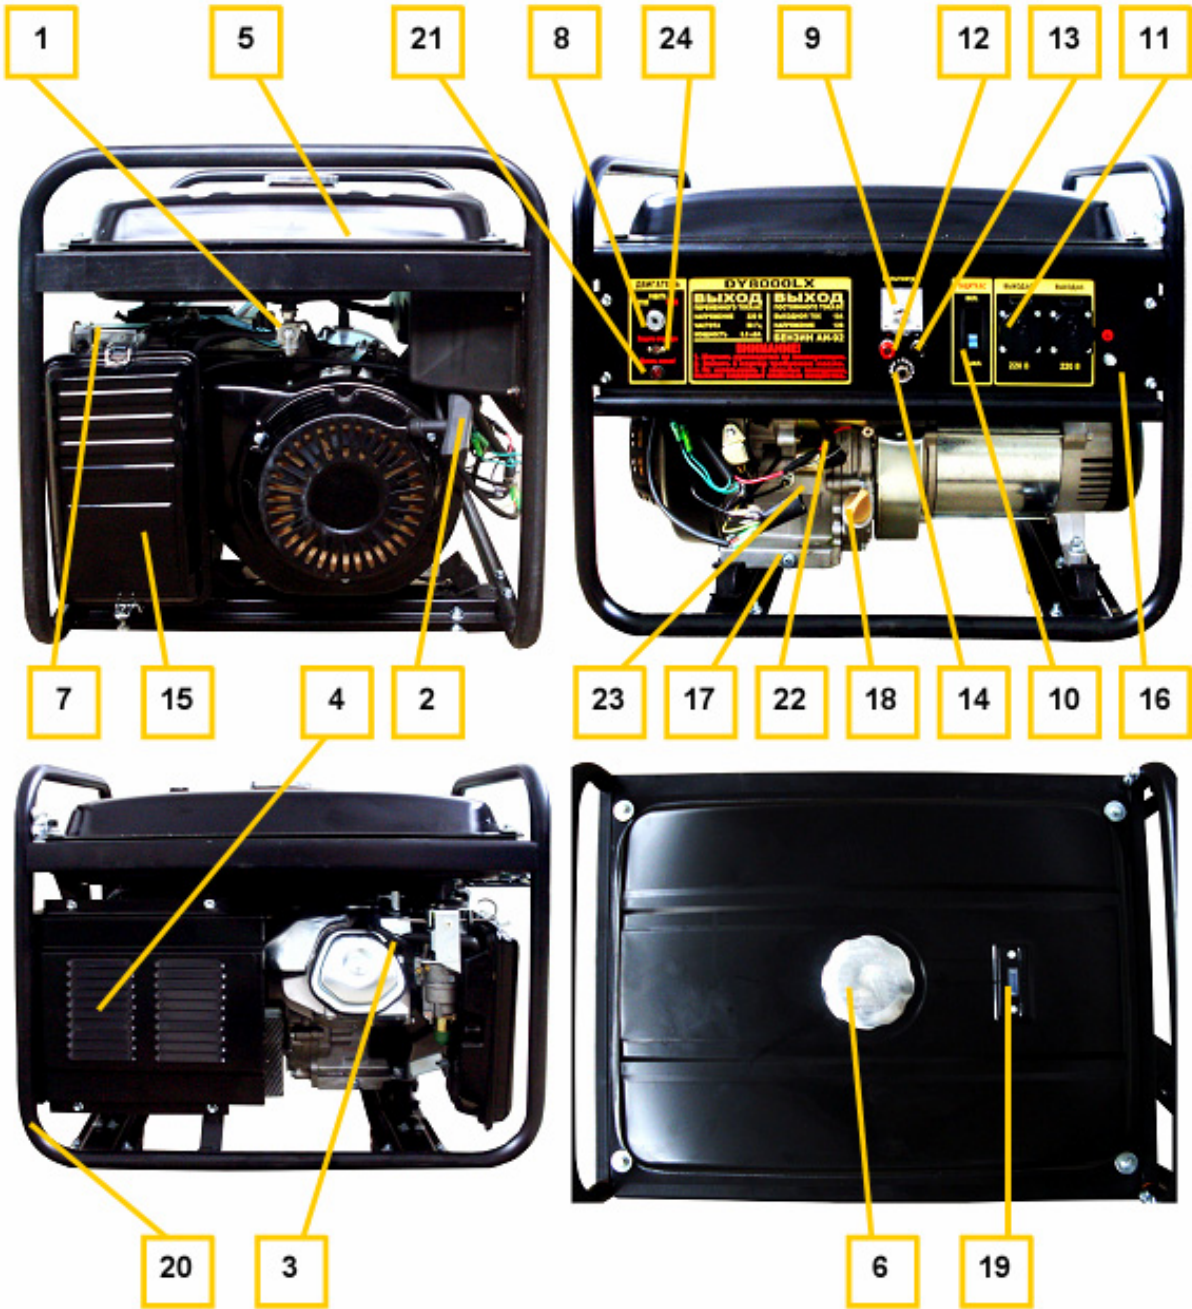
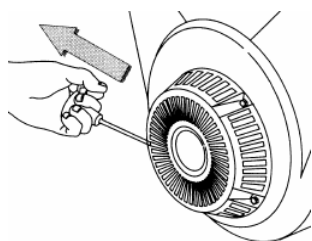

Рис. 1
Рис. 2
- Вывинтить щуп (поз.18 рис.1) и залить в картер масло соответствующего типа (таблица 2 п.8) до нижнего края горловины. Вставить чистый сухой щуп в горловину картера и вынуть его. Проверить уровень масла: граница смоченной области щупа должна располагаться между отметками минимального и максимального уровней.
- При установке генератора следует подключить к резьбовой клемме (поз.16 рис. 1) проводник заземляющего устройства, удовлетворяющего требованиям раздела «Обеспечение требований безопасности».
- Отключить все потребители переменного тока от генератора, переведя рычаг автоматического выключателя (поз.10 рис.1) в отключенное положение «0», отсоединить потребители постоянного тока от клемм (поз. 12, 13 рис. 1).
- При использовании бензина открыть топливный кран (поз. 1 рис. 1)
- При использовании бензина перевести рычаг управления воздушной заслонкой (поз.7 рис.1) в крайнее левое положение при пуске холодного двигателя и в промежуточное положение при пуске прогретого двигателя.
- Перевести выключатель двигателя (поз.8 рис.1) в отключенное положение «0».
- Плавно вытянуть до упора трос ручного стартера за ручку (поз. 2 рис. 1) и вернуть в исходное положение (см. также рис. 2).
- Перевести выключатель двигателя (поз.8 рис.1) во включенное положение «1».
- При ручном пуске придерживая генератор за раму, резко с интенсивным усилием вытянуть трос стартера до упора (рис. 2), повторив действие несколько раз при необходимости. Если двигатель не запускается, следует изменить положение рычага воздушной заслонки, сдвигая его вправо тем больше, чем выше температура двигателя и окружающего воздуха при использовании бензина или повторить кратковременное нажатие кнопки регулятора при работе на газе, затем повторить пуск с помощью стартера. Включение электрического стартера производится поворотом ключа выключателя (поз.8 рис.1) в крайнее правое положение «пуск». Сразу после пуска двигателя отпустить ключ для обеспечения его самовозврата в среднее положение. При срабатывании защиты (поз.24 рис.1) нажать сброс после остывания автоматического выключателя.
- При работе на бензине после прогрева двигателя в течение времени около 10-40 секунд, в зависимости от начальной температуры, перевести рычаг заслонки (поз. 7 рис. 1) в крайнее правое положение, если при этом двигатель работает неустойчиво вернуть рычаг заслонки (поз. 7) в прежнее положение и обеспечить завершение прогрева.
- Подключить к разъемам генератора потребители, соответствующие требованиям раздела «Обеспечение требований безопасности». Полная (сумма активной и реактивной) мощность всех подключаемых потребителей в стационарном режиме не должна превышать значений номинальной мощности, указанных в Таблице 1. Не допускается длительное превышение номинальной мощности более, чем на 10% выше номинального значения. Включить автоматический выключатель (поз.10 рис.1), установив его рычаг управления в положение «1».
- При работающем генераторе отключить автоматический выключатель (поз.10 рис.1), отсоединить потребители постоянного тока от клемм.
- Закрыть топливный кран (поз.1 рис.1).
6.1 Наличие и величина напряжения переменного тока индицируется и измеряется вольтметром (поз.9 рис.1).
6.2 Причиной отсутствия напряжения при работающем генераторе может служить срабатывание автоматических выключателей защиты цепей от перегрузки (поз. 10, 14 рис.1). В этом случае следует устранить причину перегрузки и нажать кнопку или клавишу сброса соответствующего автоматического выключателя после его остывания.